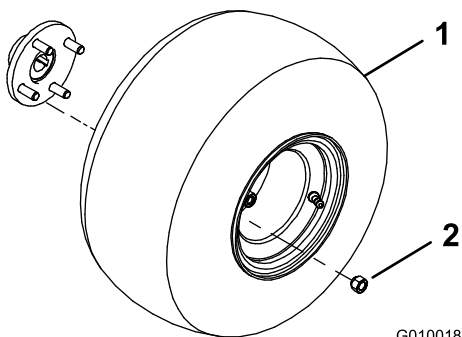

Figure 4
2. Fixez une roue sur chaque moyeu de roue arrière à l'aide des 4 écrous de roue (Figure 4).